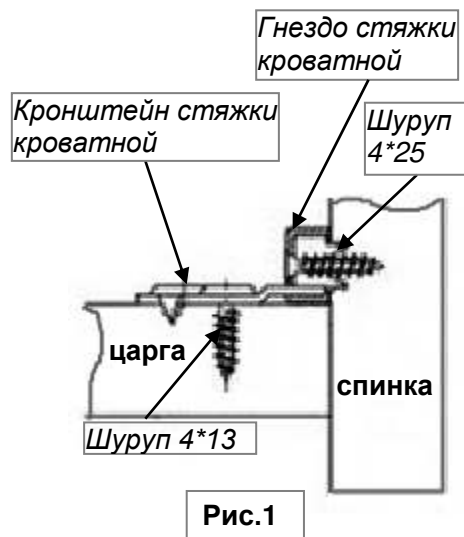

Рис.1
2. Шипы кронштейна стяжки кроватной вставьте в отверстия на внутренней стороне царги (поз.4), как показано на рис 1 и закрепите их на шурупы 4*13 (смотри рис. 1) .